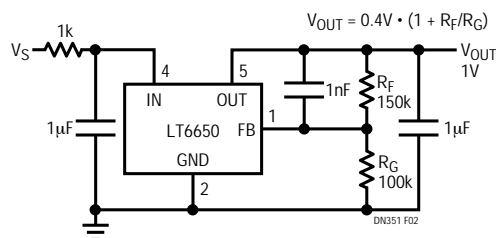

図2．0.4Vを超す出力電圧のための標準的直列接続
0.4Vを超すリファレンス電位が必要なアプリケーションでは、単に帰還電圧分割器を追加してバッファ・オペアンプをプログラムし、利得を与えます。帰還部品を追加して0.4Vを超えるリファレンス電圧を発生させる標準的接続方法を図2に示します。この構成法では、使用される電源電圧から0.35V下（ドロップアプット電圧）までの任意のリファレンス電圧を設定することができます。抵抗 R_G を10k ~ 100kの範囲で選択してリファレンスの静止負荷を設定してから、必要な利得のために単に抵抗 R_F を選択します。この図では固定部品の値が示されていますが、必要なら可変素子を使用してリファレンスの出力を動的に変化させることができます。電源ノイズ除去を改善するため入力に追加されたRCフィルタと、ノイズ利得の減少と負荷応答の減衰特性の改善の両方に役立つ帰還コンデンサも図2に示されています。LT6650の動作電流は小さいので入力の直列抵抗が低損失動作を大きく損なうことはありません。